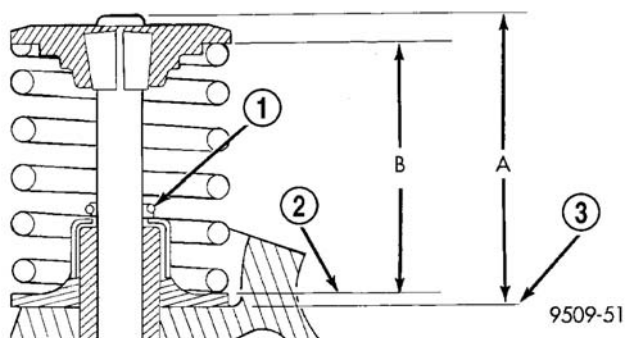

图 36 检查弹簧的安装高度与气门尖端高度尺寸
(4) 修整气门与气门座表面后（图 36），检查气门弹簧的安装高度 B。确定尺寸必须由弹簧座顶端测量到弹簧紧固件的底部表面。若高度超过 38.75 mm (1.525in.)，则安装一个 0.762 mm (0.030in.) 的间隔片到气门弹簧座底下以使弹簧高度回复到规定值内。